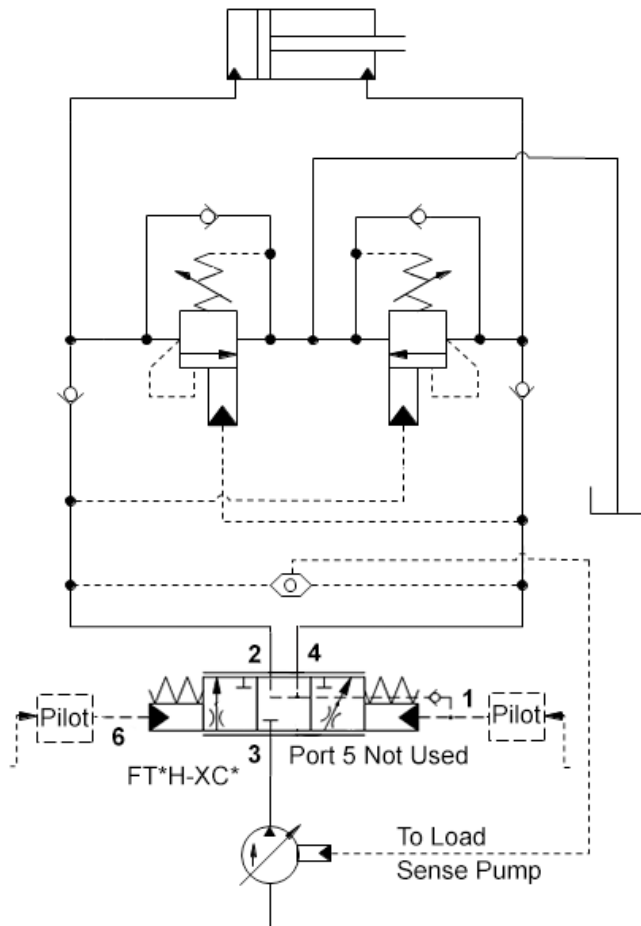

Abbildung 22
- In **Abbildung 22** ist eine Anwendung eines FT*H in einer Schwenkbremsschaltung mit L.S.-Abgriff dargestellt.